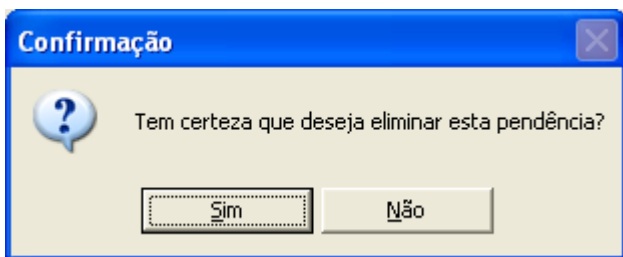

Figura 23 - Confirmação de Eliminação de Pendência do Item
**9 – Eliminar pendência do item:** ao clicar no botão Eliminar pendência do item  aparecerá uma mensagem para confirmação do procedimento (Figura 23)